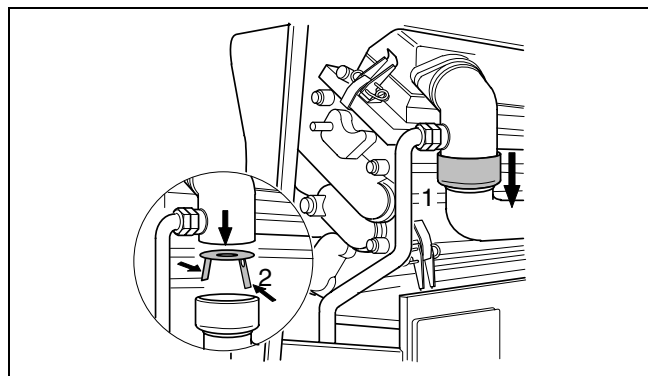

Fig. 45 Schimbarea duzelor de aer
- Furtunul se scoate de la ventilator (fig. 45, poz. 1) și se scot duzele de aer (fig. 45, poz. 2).